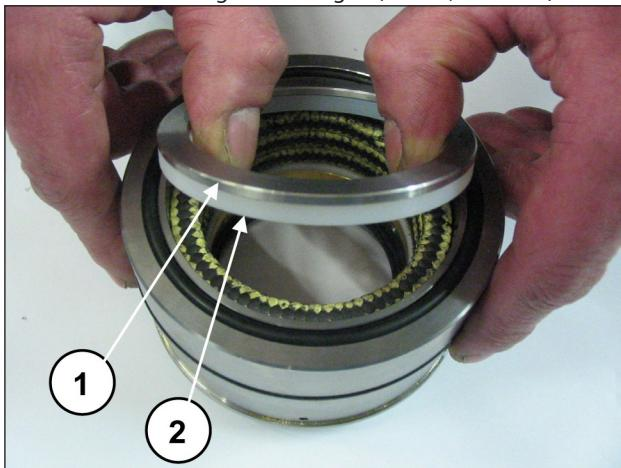
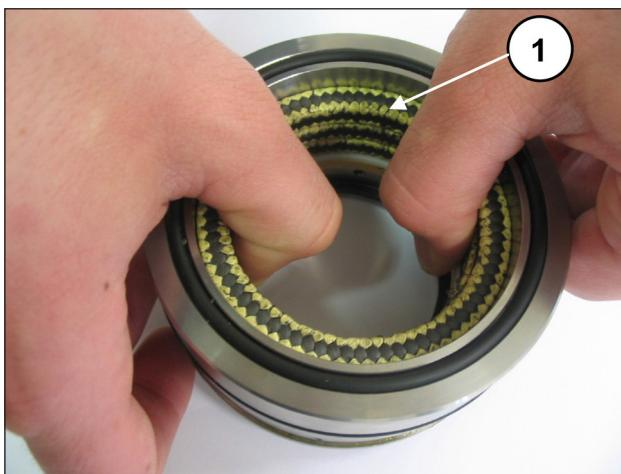

Abb. 166
Abb. 167
Trennen Sie den Dichtungshalter von der Buchse, entnehmen Sie den Federring und den Abstreifring (Pos. ①②, Abb. 166), um die Druckdichtungen freizulegen (Pos. ①, Abb. 167).